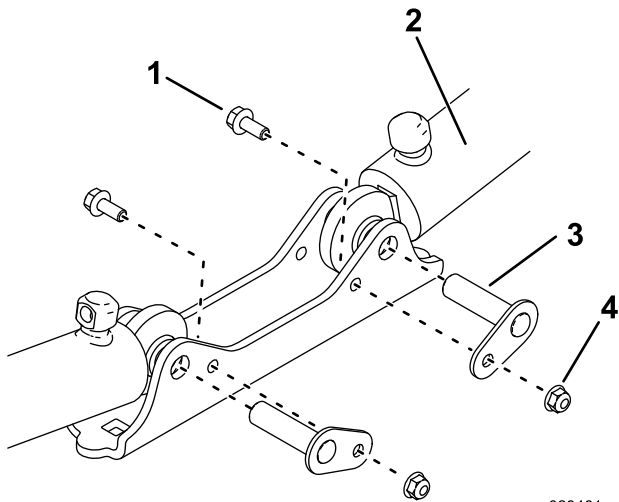

**図5**
- シリンダ取り付けプレートからバルブマウントを外す **図5**。